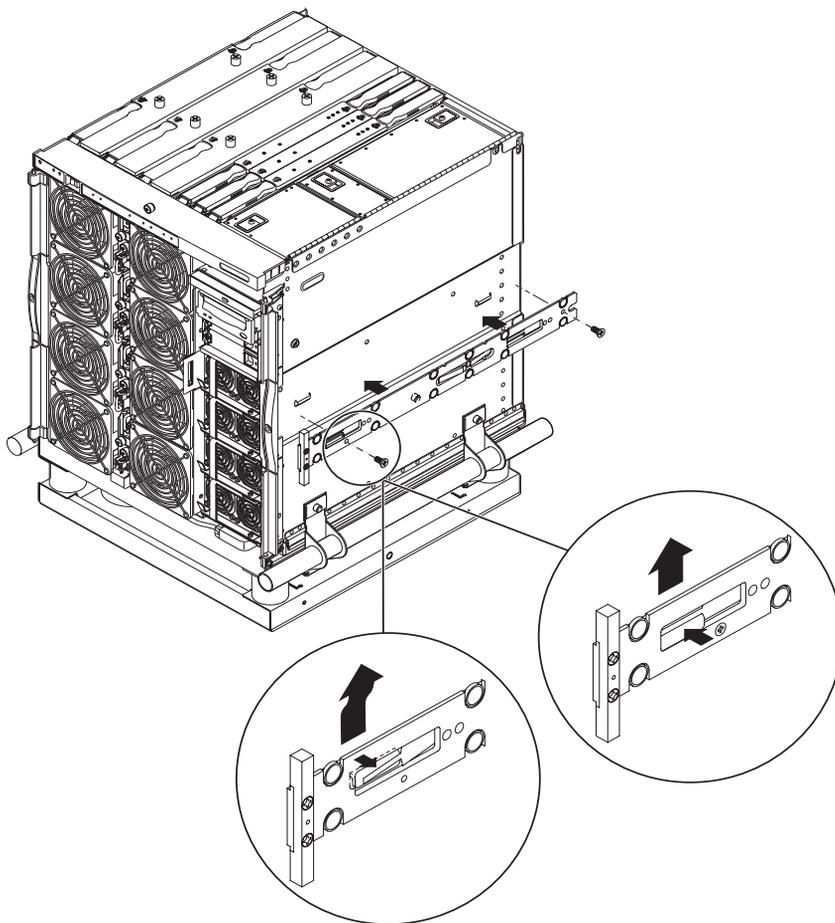

图 1-4 弹簧夹和开口
2. 向前推动内侧滑轨，使服务器侧面的定位卡舌卡住滑轨上的开口（图 1-4）。